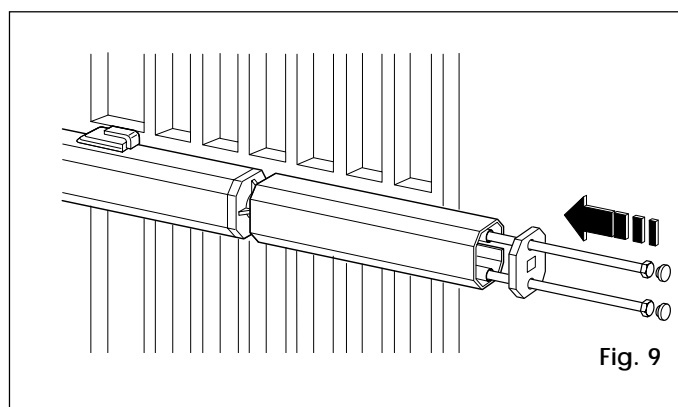
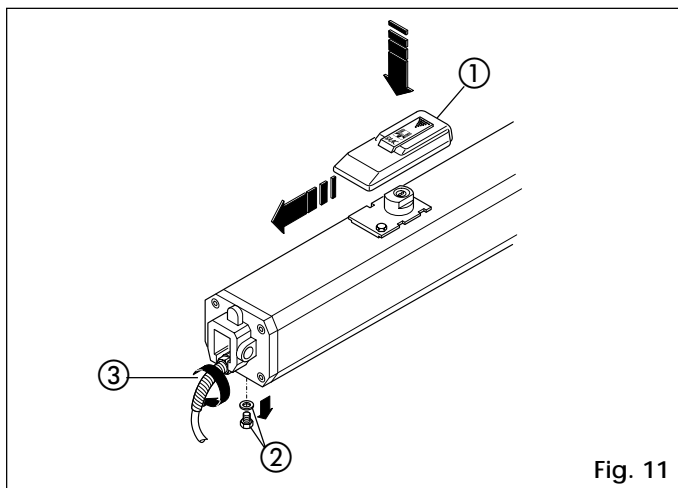

Fig. 9
Fig. 11
- (1) Il est recommandé de graisser tous les axes des pattes d'attache.
- (2) Dans l'impossibilité de souder, les plaques des pattes d'attache avant et arrière peuvent être fixées au moyen de vis et tasseaux.
- 12) Monter le carter de protection et l'enfiler sur l'opérateur comme indiqué Fig. 9. Monter le presse-étoupe antitorsion du câble électrique (rep. 3, Fig. 11).
- Appliquer la protection du système de déblocage (rep. 1, Fig. 11).
- Retirer la vis de mise à l'air libre (rep. 2, Fig. 11).